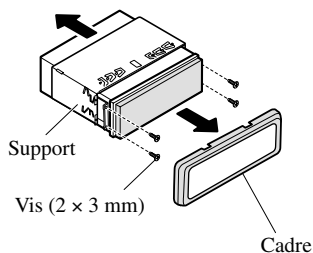

Fig. 12
- Retirez le cadre et le support. (Fig. 12)